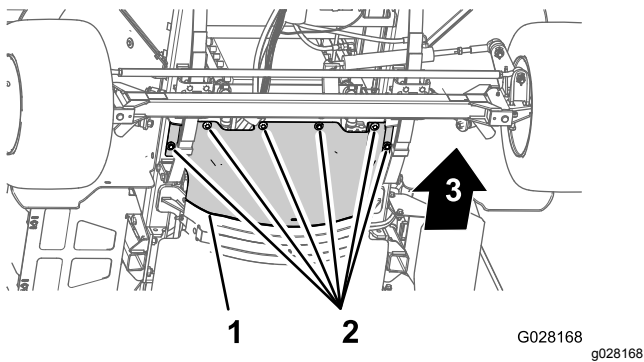

Bild 41
4. Entfernen Sie die sechs Sechskantschrauben und sechs Scheiben, mit denen das vordere Wärmeschutzblech am Chassis befestigt ist, und nehmen Sie das Schutzblech ab (Bild 41).